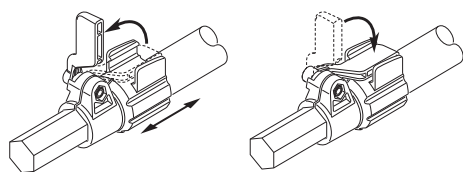

Figure 11 - Extension de la perche télescopique
1. Pour rallonger la perche, déverrouillez le levier à came, comme illustré dans la Figure 11. La perche peut alors glisser librement.
3. Pour verrouiller la tige à la longueur désirée, serrez le levier de serrage comme illustré dans la Figure 11.